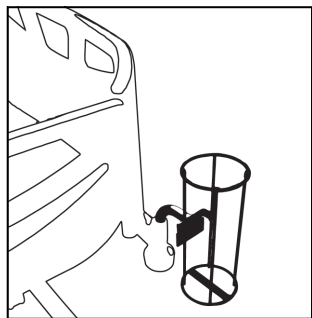
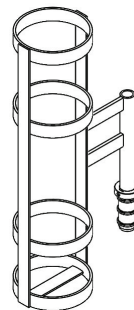

Figura 27 – Instalar o suporte da botija de oxigénio (MM006)
Figura 28 – Instalar o suporte da botija de oxigénio (MM061/
1. Insira o suporte da botija de oxigénio numa das mangas para acessórios próximas da extremidade do lado da cabeça (Figura 27, Figura 28).